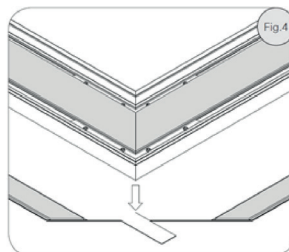
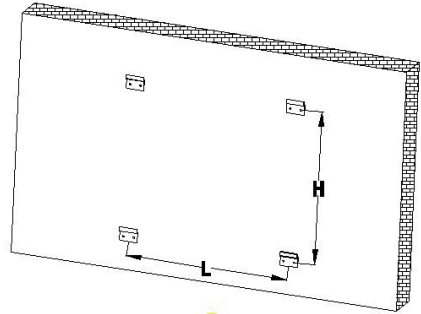

Imagen 10
Imagen 15
2. Mida la distancia H y L (según la fig. 10) y transfírela a la pared (fig. 15).